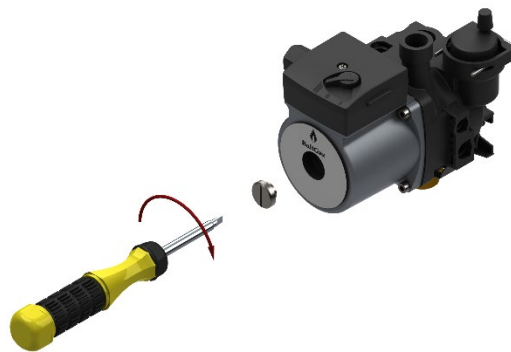

Рис. 5 Проверка циркуляционного насоса
- При давлении свыше 2 бар открыть клапан дренажный, совмещенный с клапаном предохранительным, понизив давление до 1,5 бар. При давлении ниже 1 бар – открыть кран подпитки контура отопления (24) и закрыть кран при достижении давления от 1 до 1,5 бар;
- не заблокирован ли насос. Для этого при помощи отвёртки открутите заглушку насоса и совершите вращательные движения его вала несколько раз в разные стороны (см. рисунок 5). Затем плотно закрутите заглушку. При выполнении данной операции возможны протечки теплоносителя из насоса, после установки заглушки необходимо удалить остатки теплоносителя с компонентов котла (протереть);